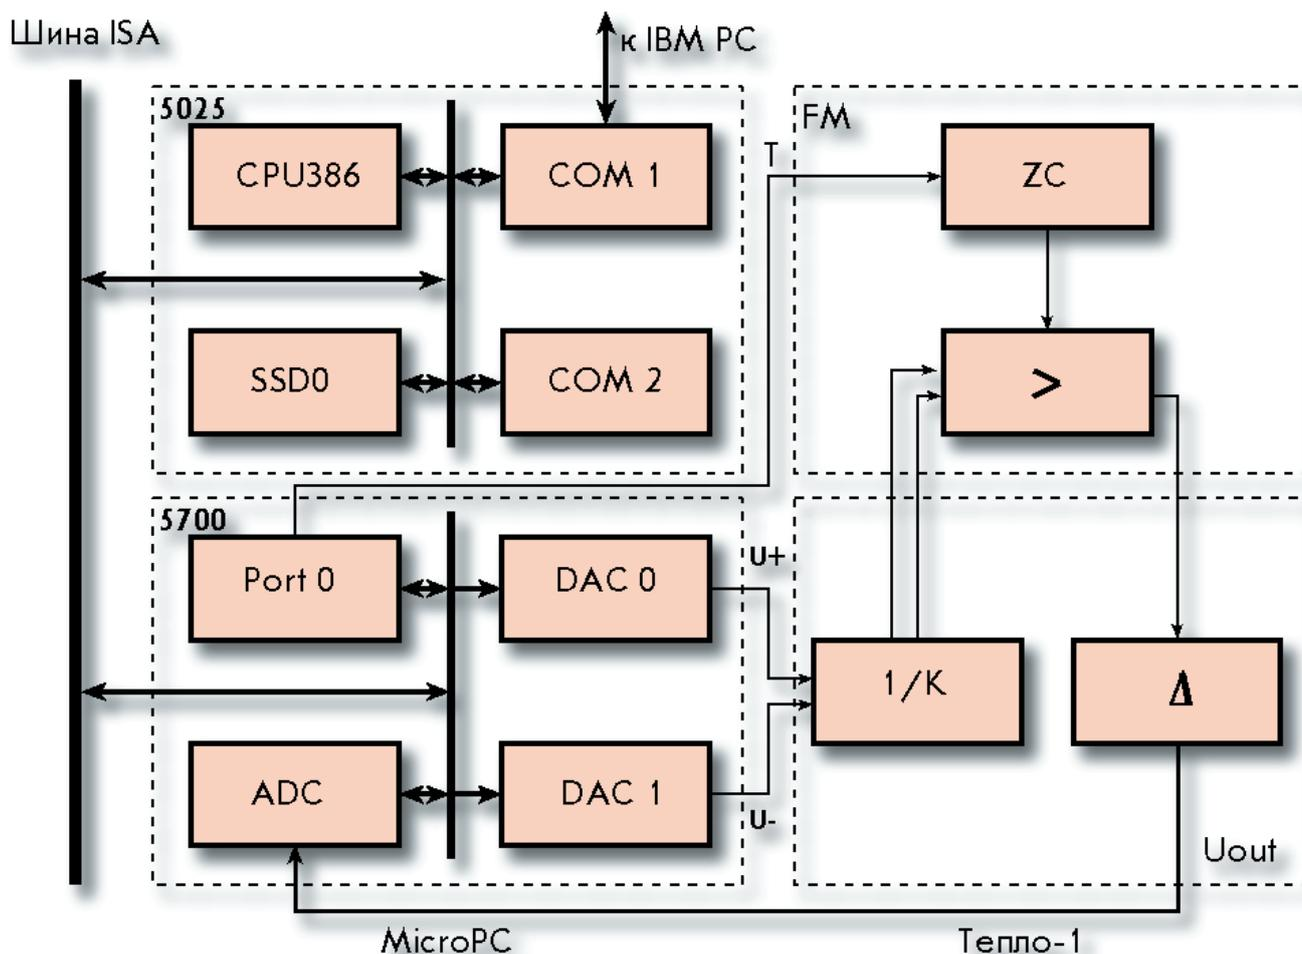

Рис. 2. Контроль модулей измерения расхода
Упрощенная структурная схема стенда показана на рис. 2. Испытуемый модуль (FM) состоит из низкочастотного усилителя переменного тока ( $\Sigma$ ), формирователя импульсов возбуждения
● коэффициенты подавления синфазной помехи каналами напряжений. Структурная схема системы подобна приведенной на рис. 2 и отличается использованием большего количества каналов АЦП (6), а также принципом формирования тестового сигнала — ко входу каждого из каналов измерения температуры подключен соответствующий цифро-аналоговый преобразователь. Кроме того, адаптер содержит образцовые резисторы для преобразования контролируемых токов в напряжения и устройства вычитания/усиления для получения заданной разрешающей способности при контроле токов. Система обеспечивает контроль перечисленных параметров с точностью, гарантирующей достижение погрешности измерения температуры не хуже  $0,05^\circ \text{C}$ .